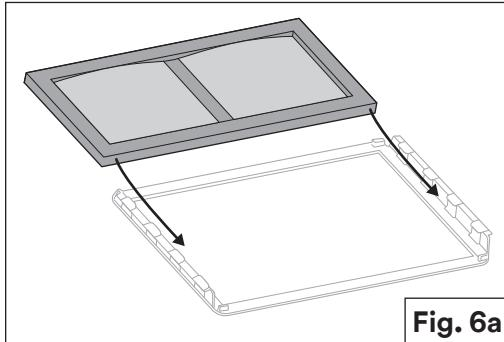

Fig. 6a
- Elija la lente adecuada e insértela en el soporte de la lente (Fig. 6a).